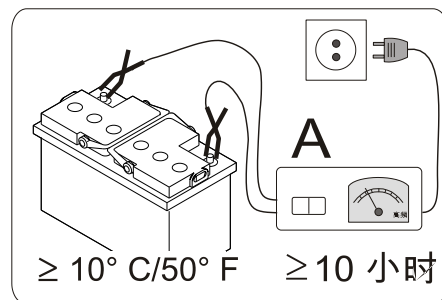

图 32
7.1 使用推荐的充电器对蓄电池充电，请参见→ 11.，(→ 图 32)。